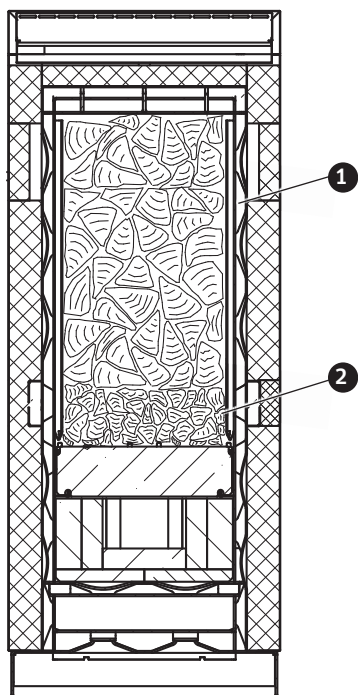
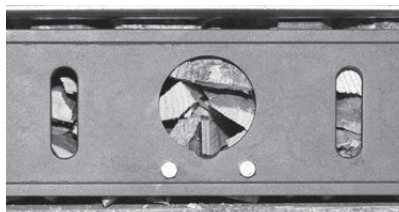

Fig. 24 Vue en coupe du foyer
Fig. 23 Bûches correctement placées devant l'ouverture d'allumage
► Placer d'abord de petites **bûches**, puis de plus grandes, et remplir le foyer en fonction des besoins – Fig. 24. Avant de fermer la porte d'allumage, contrôler que le bois se trouve directement devant l'ouverture d'allumage – Fig. 23.